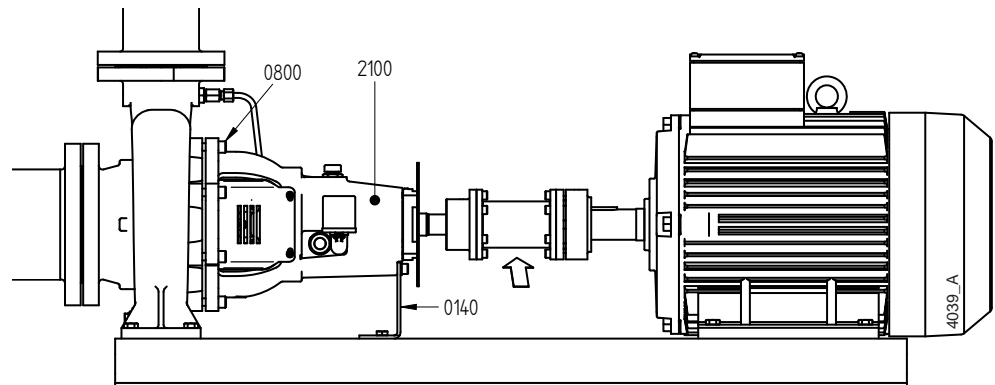

Abbildung 17: Back-Pull-Out-Prinzip.
- 3 Lagerstuhlstütze (0140) von der Fundamentplatte lösen, siehe Abbildung 17.